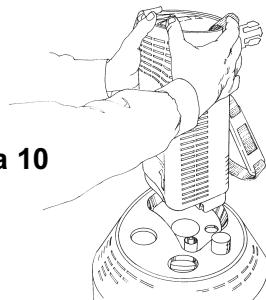

Figura 10
3. Segure a unidade portátil Companion com as duas mãos e posicione a cobertura contornada sobre a área com recesso correspondente no tampo da unidade estacionária (Figura 10).